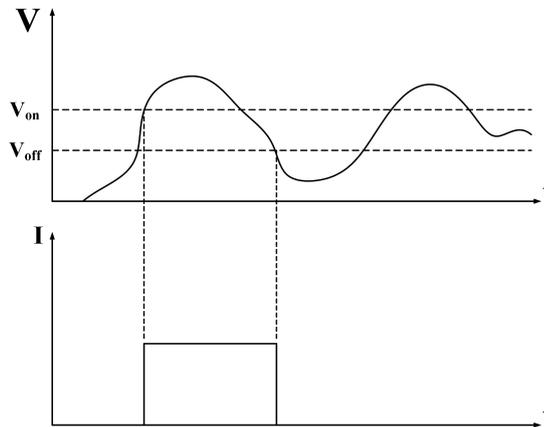

图 5-46 锁定  $V_{on}$  带载和  $V_{off}$  卸载
- 9、按“On/Off”键负载 ON，显示屏通道状态标识为“ON”“CCH”，如图 5-46 所示；